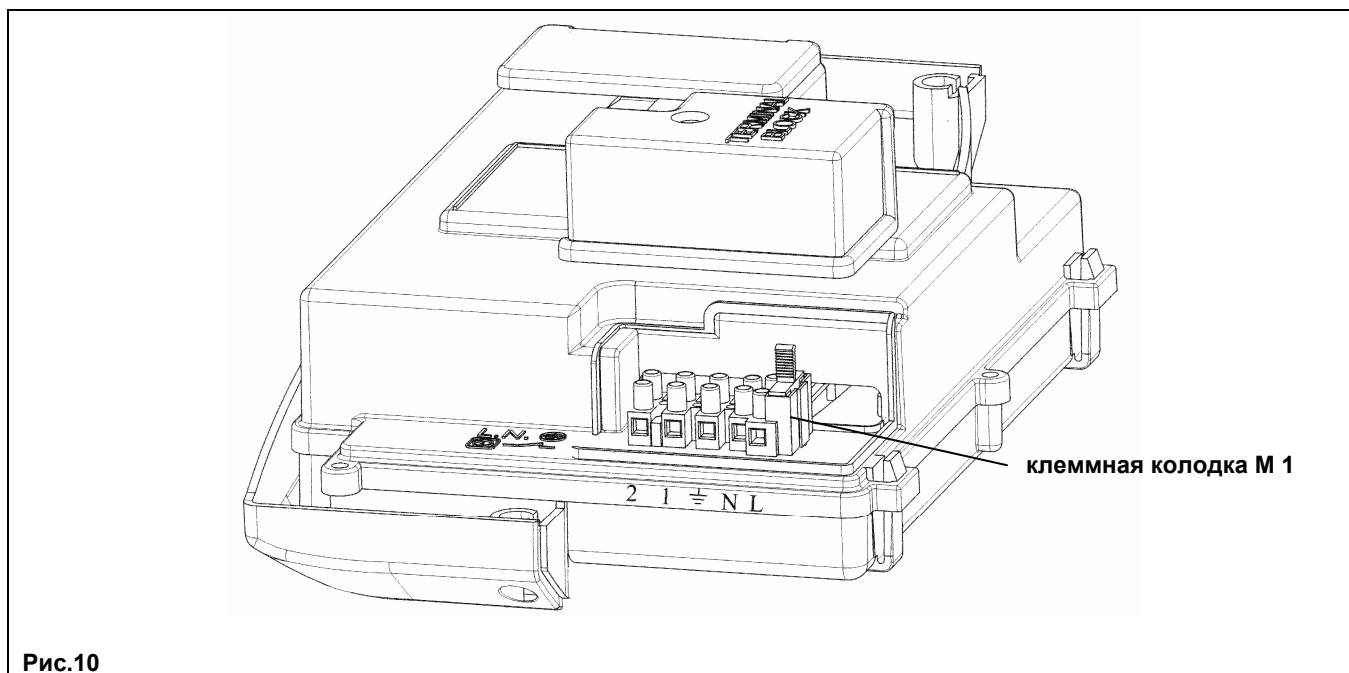

Рис.10
- для доступа к контактам снимите крышку (рис.10).
- откройте доступ к клеммам подключения электропитания (рис. 10), как описано выше;
- удалите переключку между клеммами (1) и (2);
- проденьте двухпроводной кабель, идущий от термостата, через держатель и подключите его к клеммам (1) и (2).